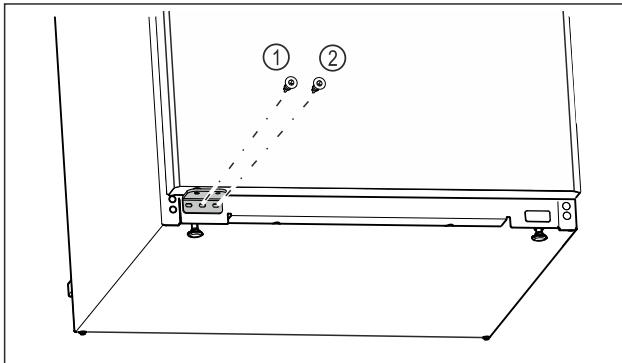

Fig. 18
- Skru fast den midtre skruen til lagerbukken Fig. 18 (1) med skrutrekkeren Torx 20.
- Skru fast den innvendige skruen til lagerbukken Fig. 18 (2) med skrutrekkeren Torx 20.